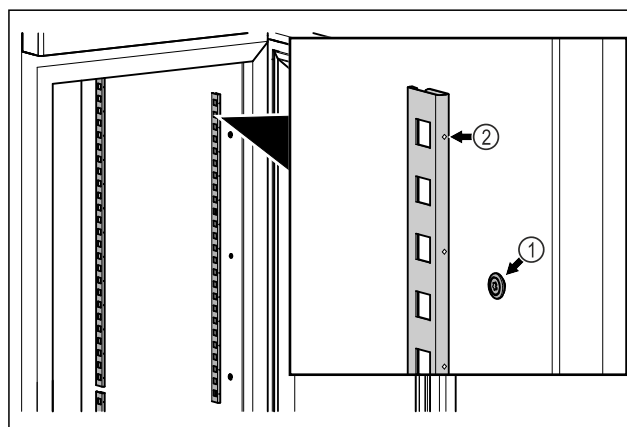

Fig. 81 Immagine a titolo di esempio
- ▶ Agganciare le barre di arresto in sospensione Fig. 81 (1). Il contrassegno Fig. 81 (2) deve essere rivolto in avanti.